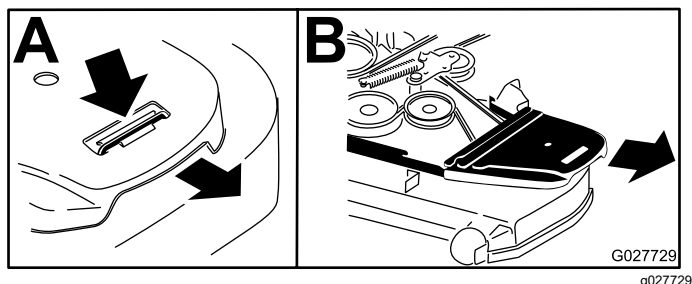

Figura 73
4. Retire las cubiertas de la correa (Figura 73).